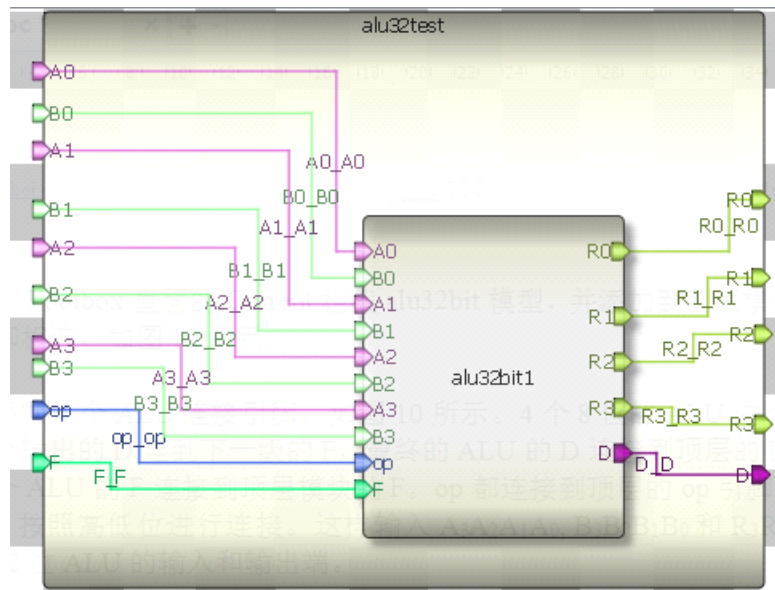

图 12. 32 位 ALU 测试引脚连接
- 5) 从 Toolbox 里面的 Current 栏找 alu32bit 模型，并添加到测试模块上。对应引脚相连。如图 12 所示。